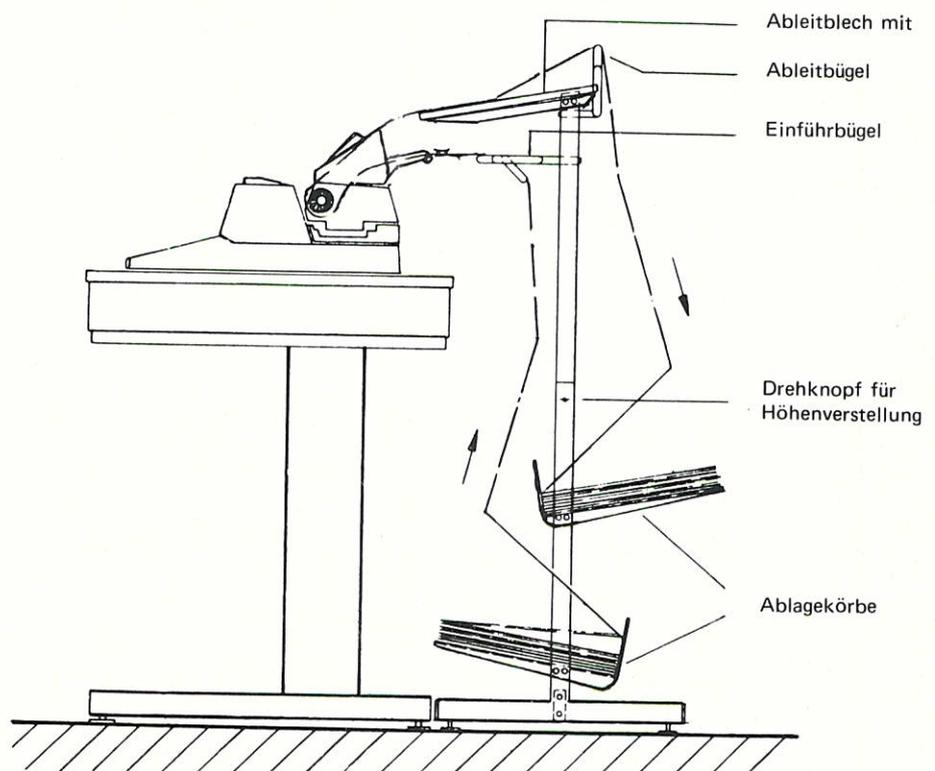

Abb. 9 EF-Ständer mit Papierverlauf
Die Höhe des Endlos-Formular-Ständers ist mit den seitlich an den Führungsrohren angebrachten Drehknöpfen nach Bedarf einstellbar (siehe Abb. 9).
Der Papierlauf bzw. dessen Führung ist aus Abb. 9 zu ersehen.
**4.4 Einlegen des Endlosformulars (Papierverlauf s. Abb. 9)**
- Formular in Richtung-Ableitblech, -Ableitbügel, -EF-Ständer legen (s. dazu Abb. 9)